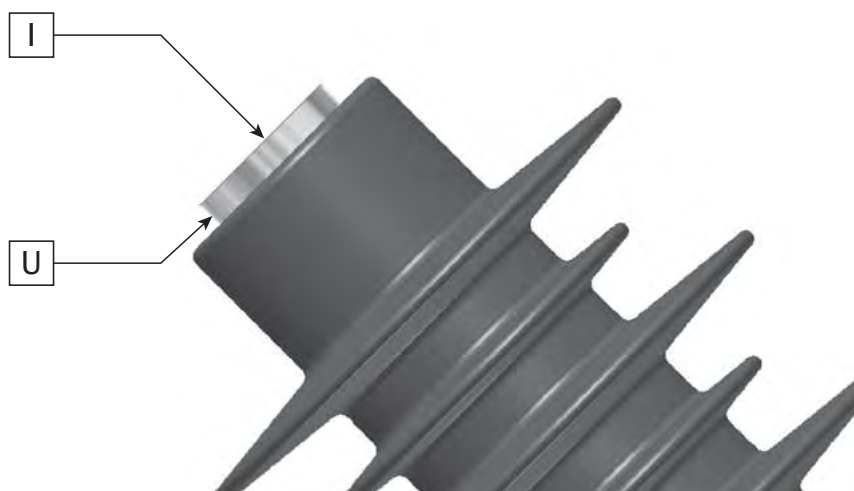

Рис. 5.4. Подключение клемм для измерения сопротивления
Подключение токовой клеммы (I) и клеммы напряжения (U) для измерения сопротивления главной показано на рис. 5.4.